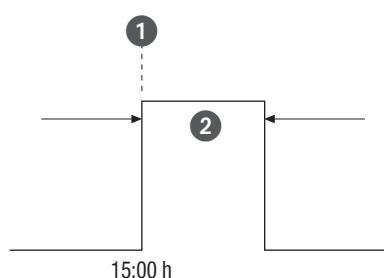

Fig. 31: Commutation d'impulsions
- (Fig. 31/①) heure de démarrage
- (Fig. 31/②) durée = commutation MARCHÉ